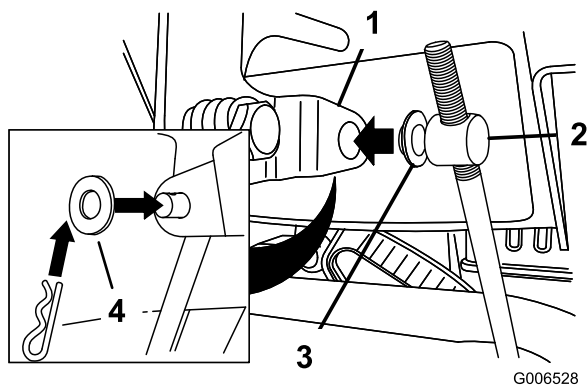

Figure 6
3. Retirez la goupille fendue et la rondelle extérieure du tourillon à l'extrémité supérieure de la tige de commande de vitesse (Figure 6).
**Remarque:** Pour faciliter l'installation, laissez la rondelle plate sur le tourillon (Figure 6).
6. Soulevez la tige de commande de vitesses et insérez le tourillon dans le trou du levier sélecteur de vitesses (Figure 6).
- B. Désaccouplez le tourillon du sélecteur de vitesses (Figure 6).
- C. Tournez le tourillon vers le bas (sens horaire) sur la tige de commande de vitesse (Figure 6).
- D. Accouplez le tourillon au sélecteur de vitesses (Figure 6).
- C. Tournez le tourillon vers le haut (sens anti-horaire) sur la tige de commande de vitesse (Figure 6).